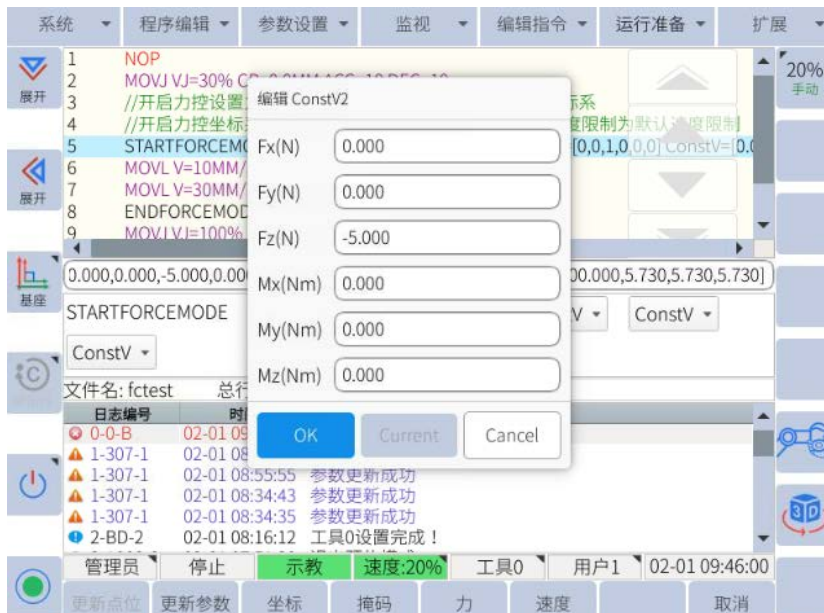

图 6-51: 设置自由度方向上的期望力/力矩大小
- 通过点击力按钮设置力控坐标系各个自由度方向上的期望力/力矩大小，如图6-51所示：